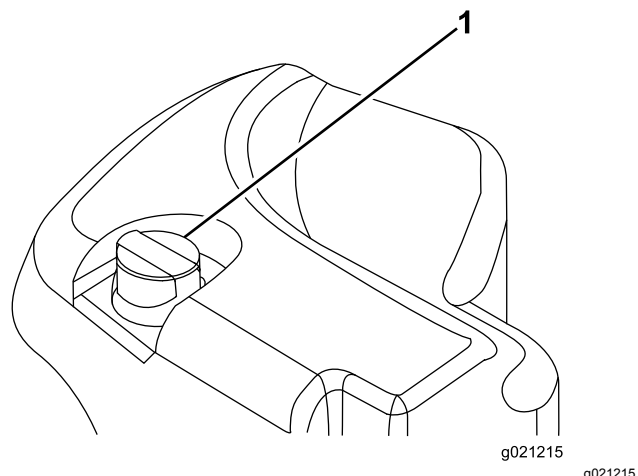

Figura 33
2. Limpie la zona alrededor del cuello de llenado y el tapón del depósito hidráulico (**Figura 33**).